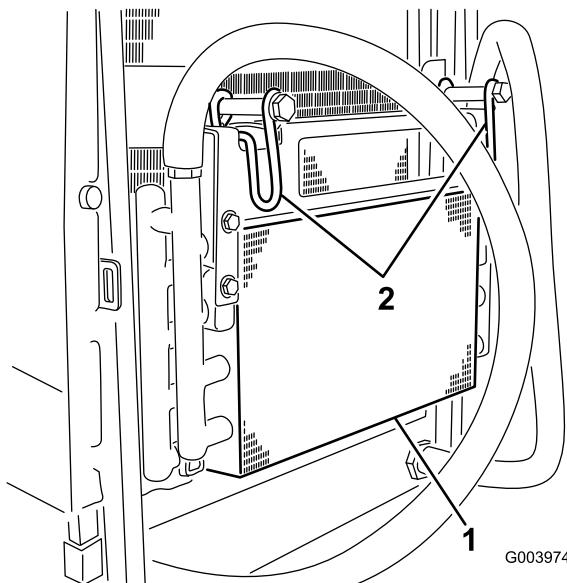

Figura 52
6. Articule o trinco para dentro para libertar o dispositivo de arrefecimento do óleo (Figura 52).